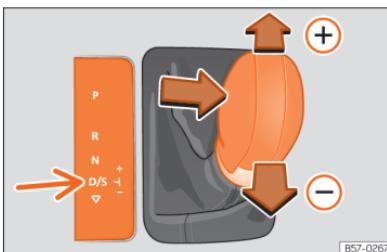

Fig. 102 Alavanca seletora na posição Tiptronic
- Empurre a alavanca para a frente **(+)** ou para trás **(-)** para engrenar uma mudança mais alta ou mais baixa **»» Fig. 102**.